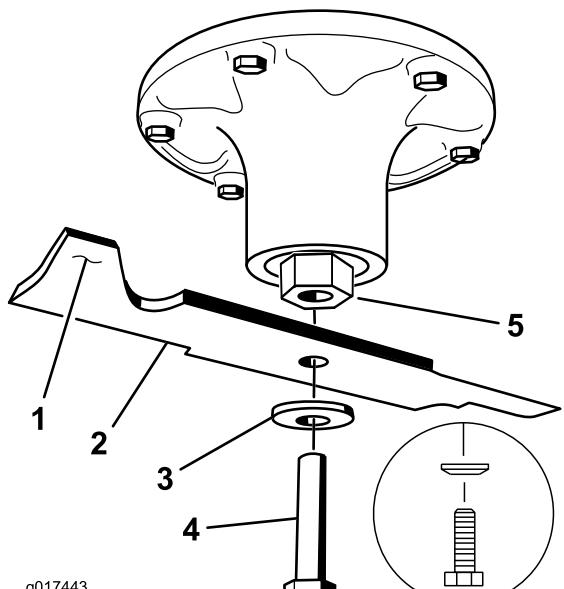

Figura 81
- Togliete il bullone, la rondella curva e la lama dall'asse del fusello (Figura 81).